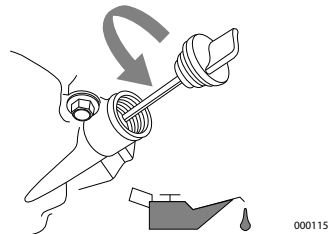

Figura 2-12. Retiro de la varilla del nivel
3. Retire la tapa de llenado de aceite y limpie la varilla del nivel. Consulte la **Figura 2-12**.